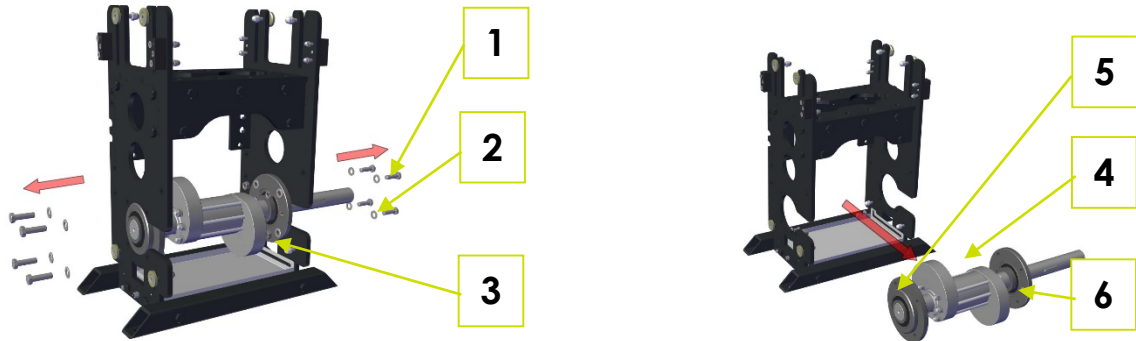

Fig. 8-2: Démontage du système d'entraînement
2. Dévisser huit vis hexagonales M10x20 (1) avec les rondelles (2) et les écrous hexagonaux M10 (3) et les enlever (Fig. 8-2 : Démontage du dispositif d'entraînement).
3. Desserrer l'écrou crénelé du palier fixe (6) (voir chapitre 12.6 « Indication du fabricant pour la fixation du roulement auto-aligneur ») et pousser le logement de palier vers la came.
4. Enlever le dispositif d'entraînement (4) vers le côté.